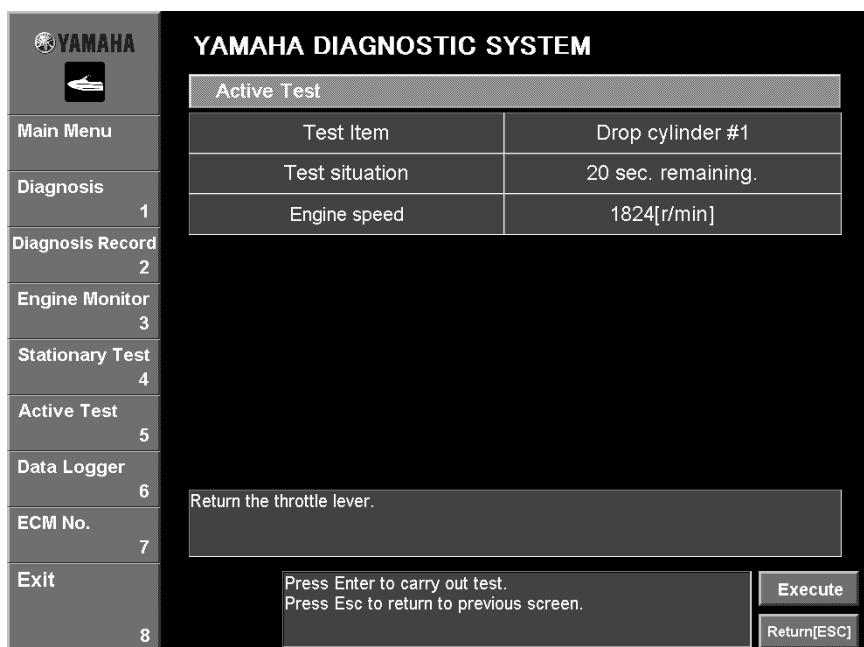

Fig. 56
4. Click the **Execute** button or press the Enter key on your keyboard. (Fig. 56)
4. Cliquer sur le bouton **Execute** ou appuyer sur la touche Entrée du clavier (Fig. 56).
4. Klicken Sie auf **Execute** oder drücken Sie die "Enter"-Taste Ihrer Tastatur. (Abb. 56)
4. Haga clic en el botón **Execute** o pulse la tecla Intro en el teclado. (Fig. 56)
5. While checking the information that appears beside **Test situation** and **Engine Speed**, follow the test instructions in the messages that are displayed. (Fig. 56)
5. Tout en vérifiant les informations qui s'affichent à côté de **Test situation** et **Engine Speed**, suivre les directives données par les messages affichés (Fig. 56).
5. Während Sie die Information, die neben der Spalte **Test situation** und **Engine Speed** erscheint, überprüfen, befolgen Sie die angezeigten Anleitungen zum Test. (Abb. 56)
5. Mientras comprueba la información que se muestra junto a **Test situation** y **Engine Speed**, siga las instrucciones de prueba indicadas en los mensajes que aparecen. (Fig. 56)